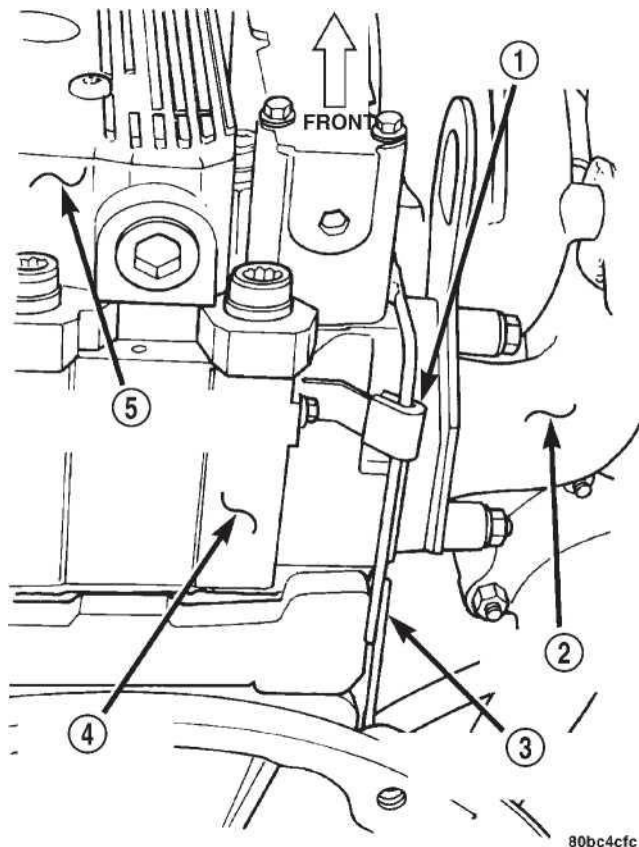

Рис. 69 Стопорный зажим линии подачи масла головки цилиндра
(16) Установите нефтяной стопорный зажим линии питания с задней стороны головки цилиндра (Рис. 69). Болт крутящего момента к 5.5 N-m (4 фута lbs.).